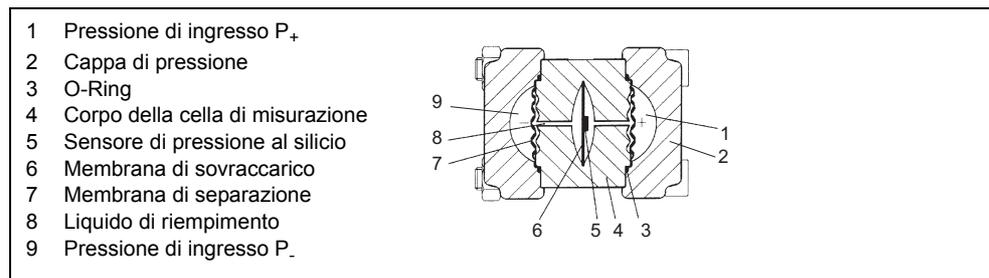

Figura 7 Cella di misurazione per pressione differenziale e portata, schema funzionale
La pressione differenziale viene trasmessa sul sensore di pressione al silicio (5) attraverso le membrane di separazione (7, Figura 7, p. 19) e il liquido di riempimento (8). Al momento di superare i limiti di misurazione la membrana di sovraccarico (6) viene deviata sino a che una delle membrane di separazione (7) si adagia sul corpo della cella di misurazione (4) proteggendo in tale maniera il sensore di pressione al silicio (5) da una eccessiva sollecitazione (sovraccarico). A causa della pressione differenziale che si viene a generare la membrana di misurazione viene deviata. Quattro piezoresistenze posizionate nella membrana di misurazione collegate a ponte modificano il proprio valore di resistenza. Il cambiamento del valore di resistenza provoca una tensione di uscita del ponte proporzionale alla pressione differenziale.